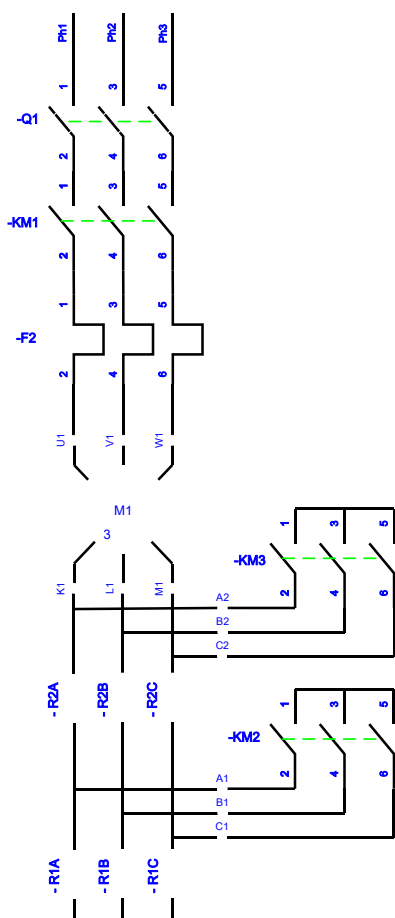

Figure 2 : schéma du circuit de puissance d'un démarreur rotorique 3 temps.
- le schéma de circuit (exemple figure 2) : il représente par des symboles une installation avec les connexions électriques et autres liaisons qui interviennent dans son fonctionnement.
- représentation multifilaire (exemple figure 2) : chaque conducteur est représenté par un trait.